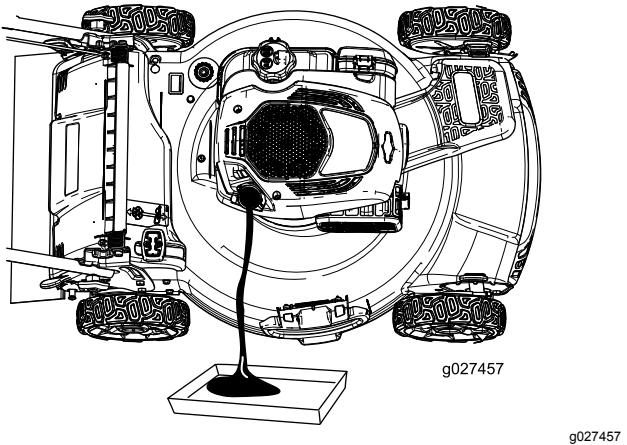

図 28
4. エアフィルタが下になるように機体を横に傾けて、エンジンオイル補給口からエンジンオイルを抜く図 28。